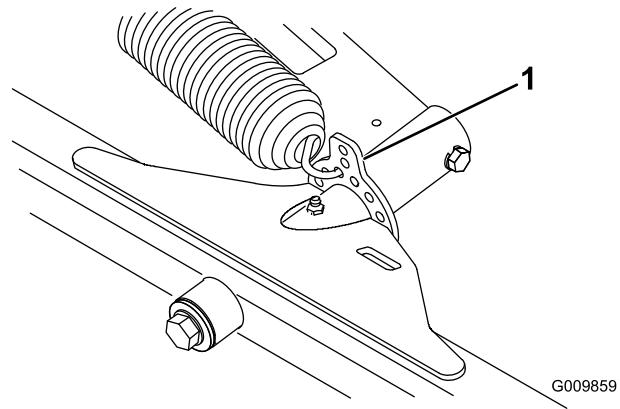

Figure 11
1. Accrochez le ressort dans le troisième trou à partir du haut sur le côté intérieur des pattes de relevage des plateaux de coupe avant et sur la patte de relevage du plateau de coupe arrière (Figure 11).